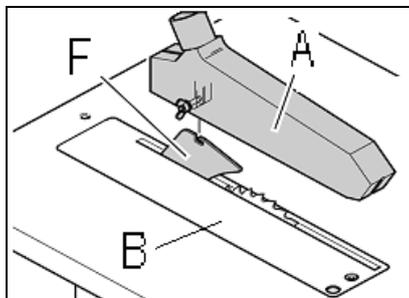

Рис. 18
Прикрутите защитный кожух (A, Рис. 18) к расклинивающему ножу (F) с помощью болта, шайбы и барашковой гайки.